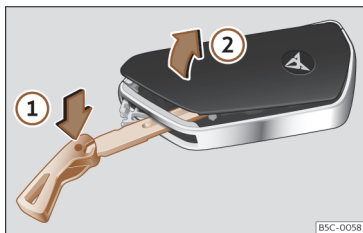

Fig. 74 Chave do veículo: abrir a tampa do compartimento da pilha.
- Introduza o palheteo na ranhura >>> Fig. 74, pressione no sentido da seta ① e solte a tampa fazendo alavanca ②.